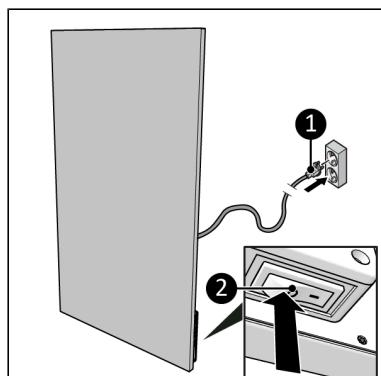

Figure 57.
- Assurez-vous que le commutateur ON/OFF est en position OFF (Figure 57, pos. 2).
- Insérez la fiche d'alimentation (Figure 57, pos. 1) dans une prise murale reliée à la terre et facilement accessible. Utilisez une prise murale mise à la terre d'une puissance minimale de 1000 watts.